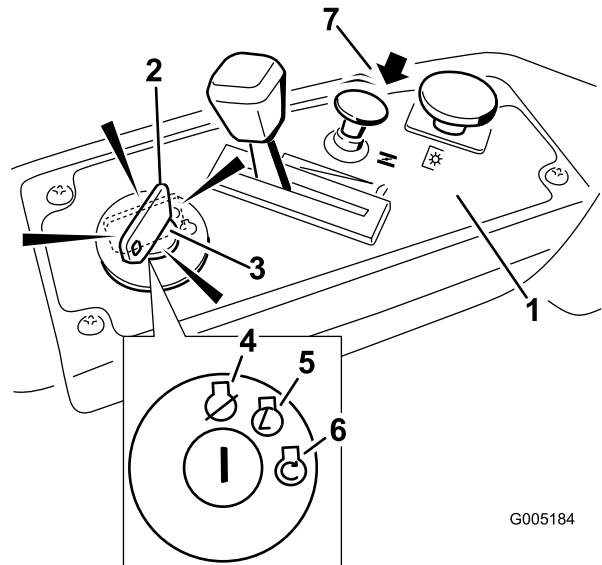

Figura 12
- Gire la llave de contacto a Arranque para activar el motor de arranque. Cuando el motor arranque, suelte la llave (Figura 12).
- Después de que el motor arranque, presione hacia abajo el control del estérter (Figura 12). Si el motor se cala o funciona irregularmente, tire hacia arriba del control del estérter y deje el motor en marcha durante unos segundos. Pues presione hacia abajo el control del estérter. Repita este procedimiento tantas veces como sea necesario.
2. Ponga el acelerador a un punto entre Rápido y velocidad media (Figura 12).